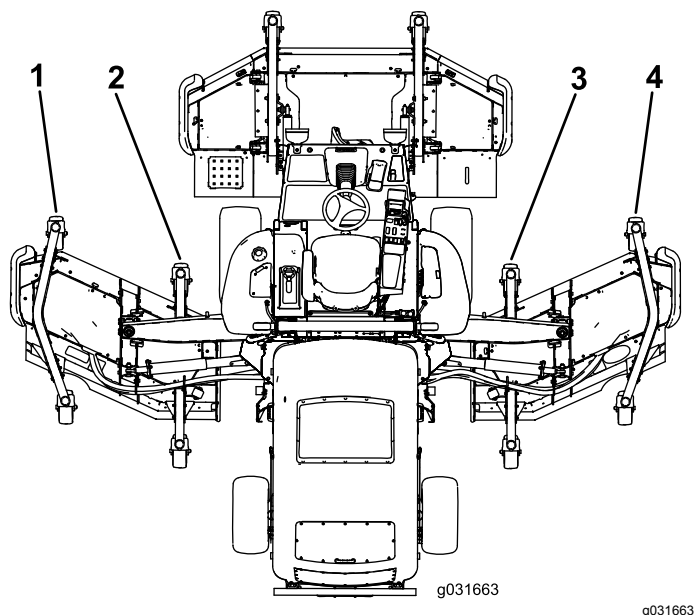

図 27
5. フロント刈り込みデッキの外側ブレードの刈高に比べてウイングデッキの内側ブレードの刈高が高すぎる場合には、そのウイングデッキの前内側キャストアームの下側についているシムを1枚抜き取る **図 26** と **図 27**。
6. 内側ブレードの刈高がまだ高すぎる場合には、そのウイングデッキの前内側キャストアームの下側についているシムをもう一枚抜き取り、さらにそのウイングデッキの前外側キャストアームの下側についているシムを1枚抜き取る図 26 と 図 27。
7. フロント刈り込みデッキの外側ブレードの刈高に比べてウイングデッキの内側ブレードの刈高が低すぎる場合には、そのウイングデッキの前内側キャストアームの下側にシムを一枚追加する図 26 と 図 27。